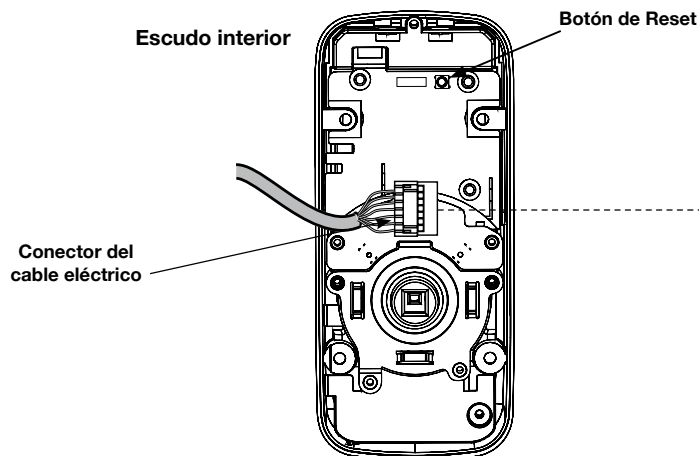

Fig. 12
9. Conecte la terminal del cable en la ranura de la tarjeta del circuito impreso (TCI) ubicada en el escudo interior, alineando las guías en la parte superior del conector a las ranuras de TCI (Fig. 12 y 13).